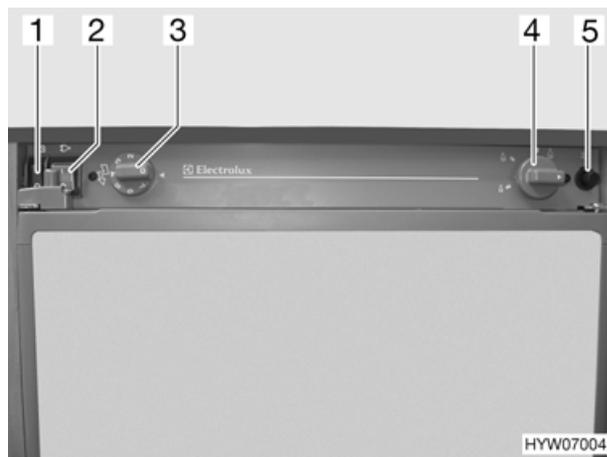

Fig. 50 Comandi del frigorifero (variante 1)
- Posizionare l'interruttore a 230 V  (Fig. 50,2) su "0".
- Posizionare l'interruttore a 12 V  (Fig. 50,1) su "I".
- Ruotare il pomello girevole (Fig. 50,4) in posizione Fiamma alta "🔥", premerlo e tenerlo premuto finché il gas non arriva al bruciatore.
- Premere il pulsante di accensione (Fig. 50,5) due volte con forza a brevi intervalli.
- Posizionare l'interruttore a 12 V  (Fig. 50,1) su "0".
- Posizionare l'interruttore a 230 V  (Fig. 50,2) su "I".
- Impostare con il pomello girevole "H"  (Fig. 50,3) la temperatura di refrigerazione desiderata fra "1" e "7".